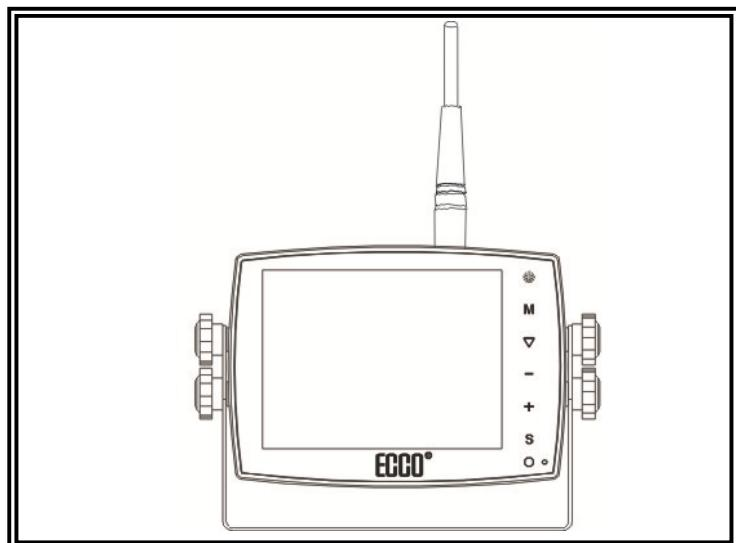

Figura 5
2. Fije el monitor a la abrazadera del soporte en U con tornillos un ángulo de ajuste y regula el ángulo de visión del monitor (Figura 5)